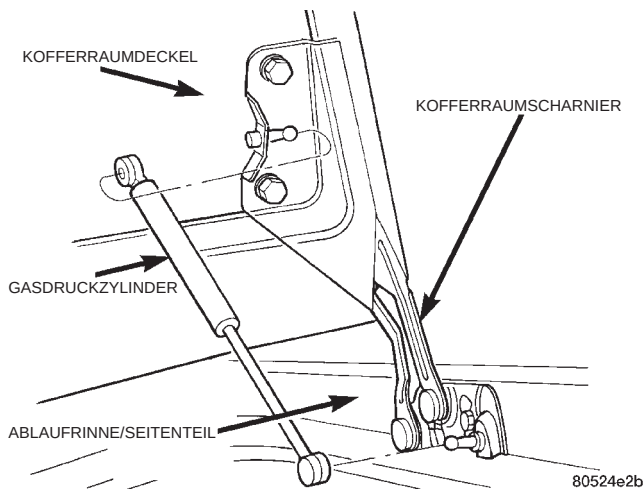

Abb. 71 Kofferraumscharnier und Gasdruckzylinder
(1) Kofferraum entriegeln und Kofferraumdeckel öffnen.
(2) Zur Erleichterung des Einbaus die Lage des Scharniers im Kofferraumdeckel markieren (Abb. 71).
(3) Alle Steckverbinder an der Kofferraumverriegelung abklemmen und Kabelbaum aus dem Kofferraumdeckel lösen.
(4) Eine geeignete Abdeckung zwischen Kofferraumdeckel und Kofferraumblech zum Schutz der Lackierung legen.
(5) Mit einem Helfer die Befestigungsschrauben lösen, mit denen das Scharnier am Kofferraumdeckel befestigt ist.
(6) Kofferraumdeckel aus dem Fahrzeug ausbauen.
(2) Zur Erleichterung des Einbaus die Lage des Scharniers am Kofferraumdeckel und der Ablaufrinne des Seitenteils markieren.
(3) Eine geeignete Abdeckung auf das Kofferraumblech zum Schutz der Lackierung legen.
(4) Kofferraumdeckel mit einer geeigneten Holzstange oder einer anderen Aufstellstange abstützen.
(5) Kappen an beiden Enden der Gasdruckzylinder abziehen.
(6) Gasdruckzylinder aus den Kugelkopfaufnahmen am Kofferraumscharnier heraushebeln (Abb. 71).
(7) Mit einem Helfer die Befestigungsschrauben lösen, mit denen das Scharnier am Kofferraumdeckel befestigt ist.
(8) Befestigungsschrauben lösen, mit denen das Kofferraumscharnier am Seitenteil befestigt ist.
(9) Kofferraumscharnier aus dem Fahrzeug nehmen.